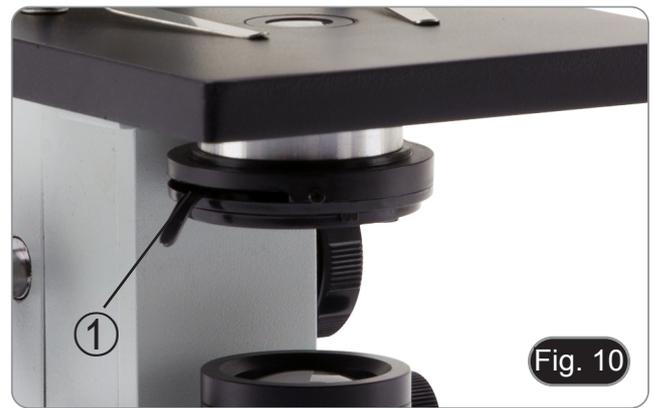

Fig. 10
- La valeur numérique de l'ouverture (A.N.) du diaphragme d'ouverture affecte le contraste de l'image. L'augmentation ou la diminution de cette valeur en fonction de l'ouverture numérique de l'objectif modifie la résolution, le contraste et la profondeur de champ de l'image. Déplacez la bague d'ouverture ① (Fig. 10) pour obtenir le contraste d'image optimal selon votre préférence.